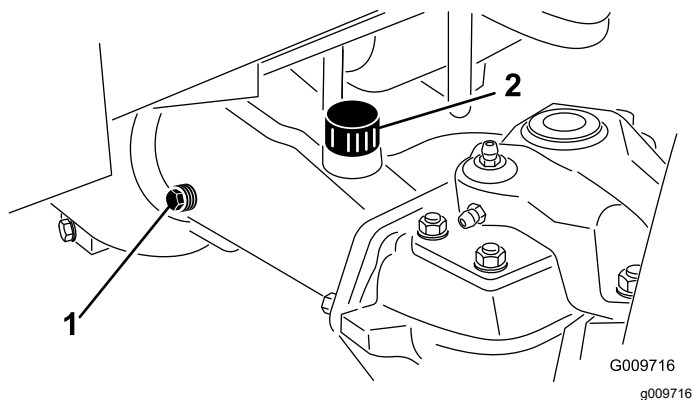

図 79
2. アクスルの一方の端部から点検用プラグを抜き、穴の高さまで潤滑油があることを確認する図 79。